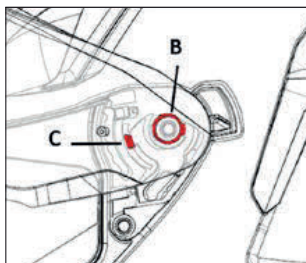

Fig. 2
- 1.5 Para completar la instalación, empuje el anclaje **C** hasta que se enganche debajo (Imagen 2)